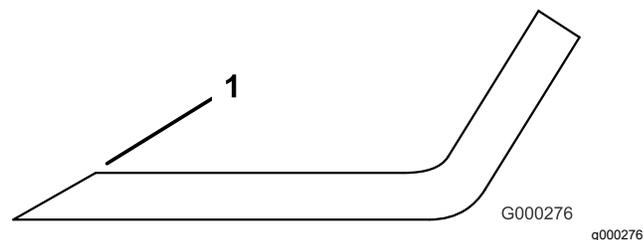

Рисунок 92
3. Проверьте режущие кромки всех ножей и заточите их, если они затупились или имеют зазубрины (Рисунок 92).
Примечание: Чтобы ножи всегда оставались острыми, затачивайте только верхнюю сторону режущей кромки и сохраняйте первоначальный угол заточки (Рисунок 92). Балансировка ножа не нарушается при удалении одинакового количества металла с обеих режущих кромок.